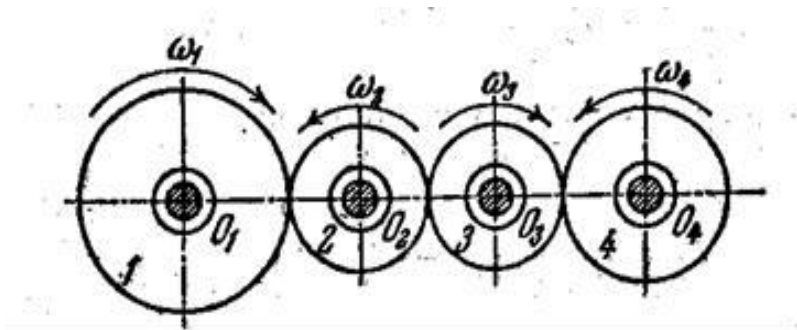

Рис. 40. Простое рядовое соединение
1. Рассчитать передаточное отношение между первым и четвертым колесами (ведущее-ведомое) i_{14} для простого рядового соединения – зубчатые колеса расположены контактно и соосно (рис. 40) с числами зубьев колес $z_1=18$, $z_2=26$, $z_3=32$ и $z_4=42$.